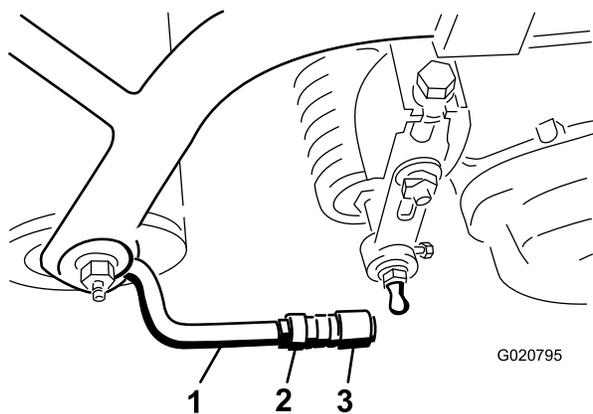

Рисунок 9
5. Выровняйте гнезда в шаровых шарнирах так, чтобы открытая сторона гнезда была отцентрована по шаровому пальцу, и затяните контргайки для фиксации гнезд на своих местах (Рисунок 9).